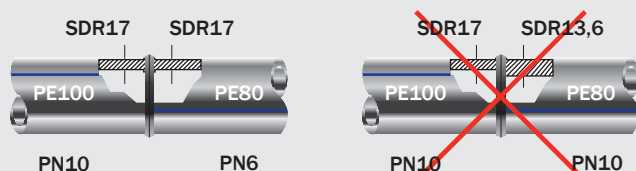

Рис. 2
- стенки различной толщины (SDR) нельзя соединять с помощью стыковой сварки (см. рис. 2);